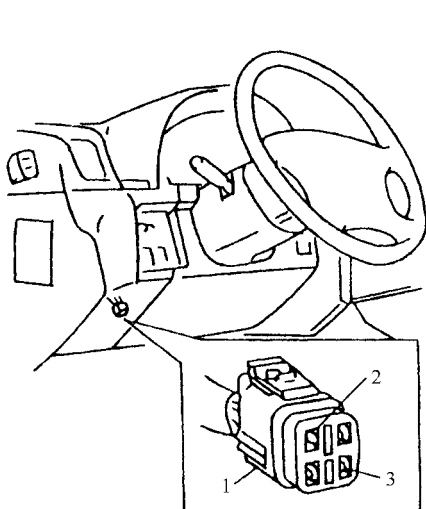

图 4-33 安全气囊监控连接器位置
2)用短接线将安全气囊监控连接器上的故障诊断开关端子和搭铁短接 如图 4-33 所示。